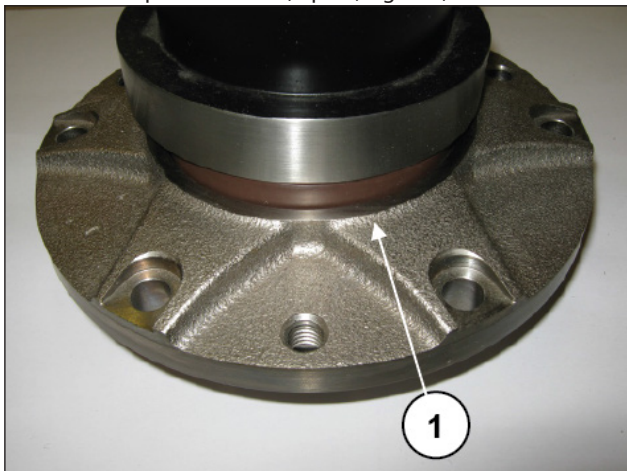

Fig. 117
Placer le joint d'étanchéité radial dans le couvercle du roulement de prise de force (rep. ①, Fig. 117).